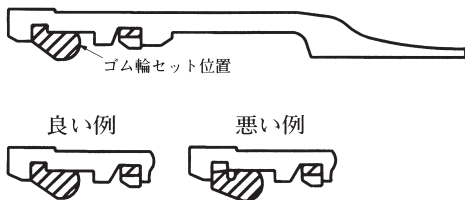

図12 ゴム輪の装着例
- (3) ゴム輪装着後プラスチックハンマでゴム輪を受口内面になじませるようにたたく。さらに、ゴム輪内面を指で触り、浮き上がりが無い事を確認する。(図12参照)